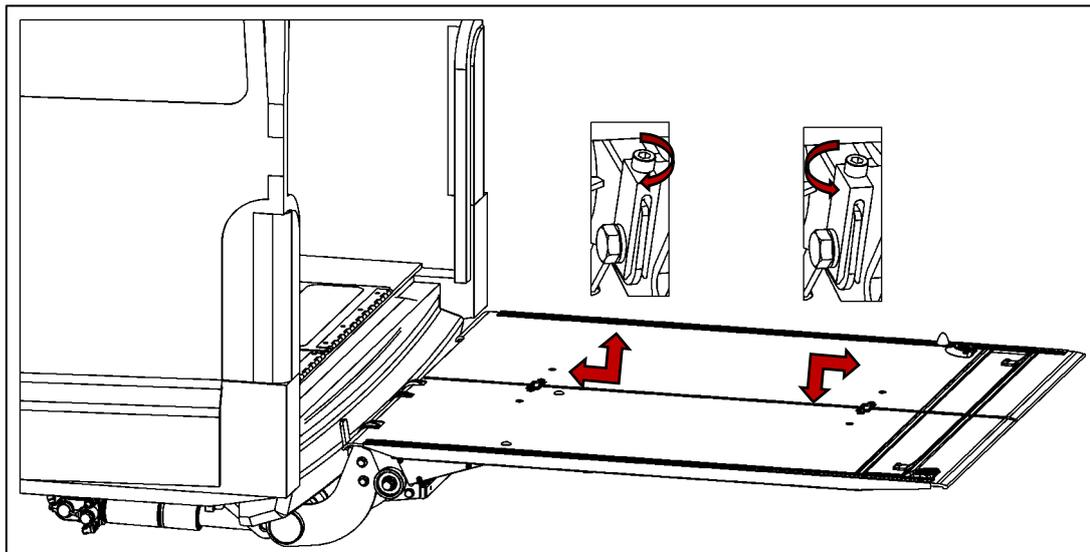

Fig. 71
- Afloje el tornillo hexagonal (3).
- Gire el tornillo de ajuste (1) hacia la izquierda o hacia la derecha.
- Al girar el tornillo de ajuste (1) hacia la derecha, se acerca el lado derecho de la plataforma al chasis del vehículo. Esto levanta ligeramente la plataforma del lado derecho del vehículo (consulte la Fig. 71).
- Al girar el tornillo de ajuste (1) hacia la izquierda, el lado derecho de la plataforma se aleja del chasis del vehículo. Esto hace descender ligeramente la plataforma del lado derecho del vehículo (consulte la Fig. 71).